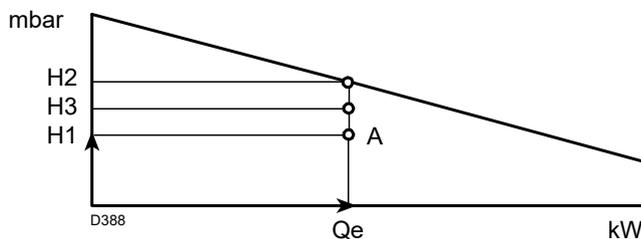

Abb. 4
- 4 Eine vertikale Linie ab dem Punkt A) (Abb. 4) ziehen und den maximalen Druck H2 des Regelbereichs ermitteln.
Resultiert H3 höher als H1)(Abb. 4), ist der Brenner in der Lage die geforderte Leistung abzugeben.